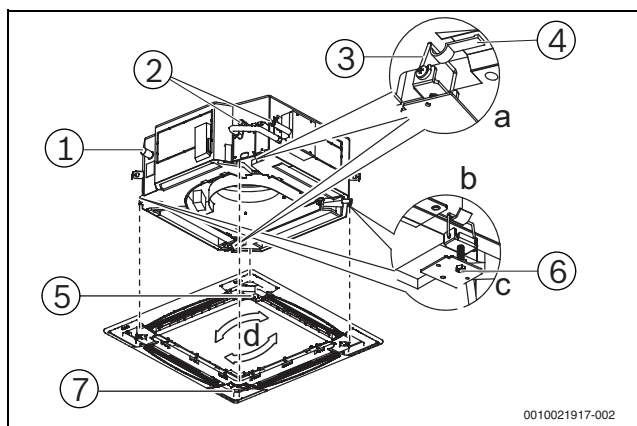

Рис. 19
2. В первую очередь установите на панель ту часть, которая включает двигатель поворота. Прикрепите ее к соответствующей зацепке на дренажном поддоне, на противоположном участке панели на корпусе блока (→ рис. 19, a). Затем повесьте две оставшихся зацепки панели на соответствующие подвесные кронштейны корпуса блока (→ рис. 19, b).
4. Отрегулируйте винты с зацепкой панели (→ рис. 19, c) выровняйте панель по уровню и аккуратно поднимите ее к потолку.
5. Слегка отрегулируйте положение панели, чтобы ее центр совпал с центром отверстия в потолке (→ рис. 19, d). Убедитесь, что все четыре зацепки зафиксированы надежно.